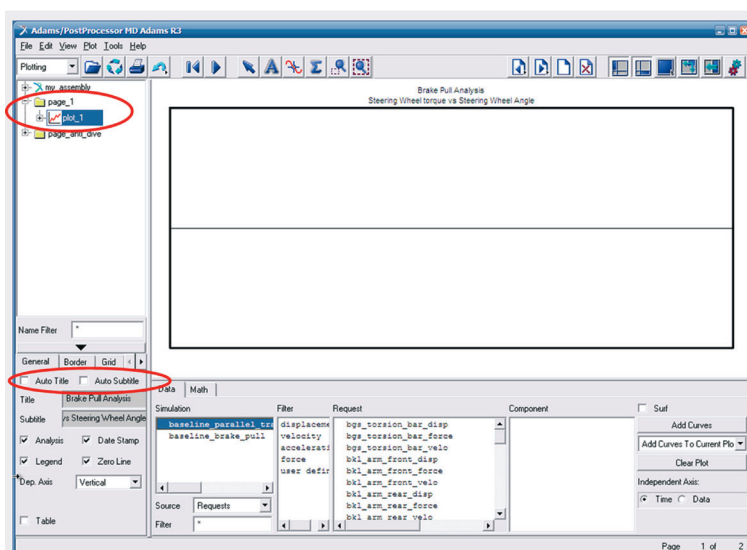

Figura 4.162 – Definindo a área gráfica.
- Com o mouse, dê um duplo clique em *Page\_1* (lado esquerdo da tela, conforme indicado na Figura 4.162).
- Certifique-se de que as opções *Auto Title* e *Auto Subtitle* estão desmarcadas. (conforme indicado na Figura 4.162).